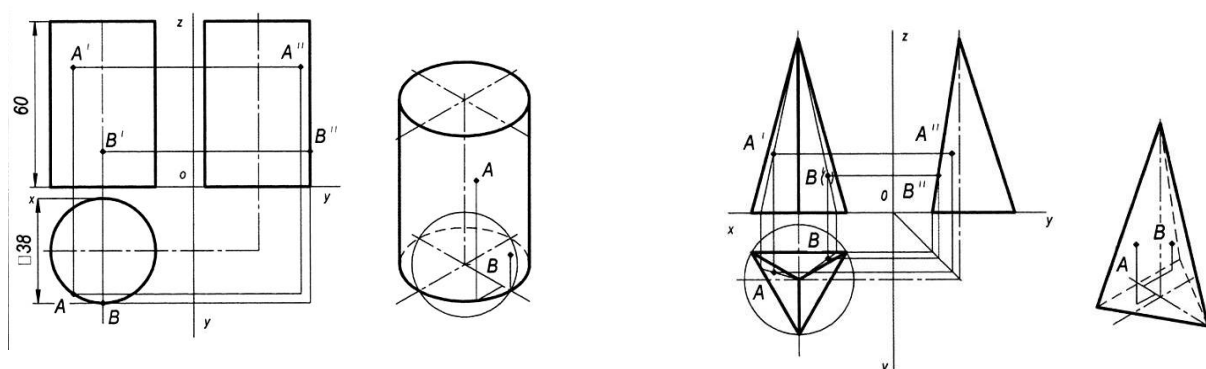

Рисунок 21 - Пример оформления графической работы
4. Построение аксонометрических проекций тел лучше начинать с проекций их оснований, учитывая расстояние между центрами оснований, рис.21.